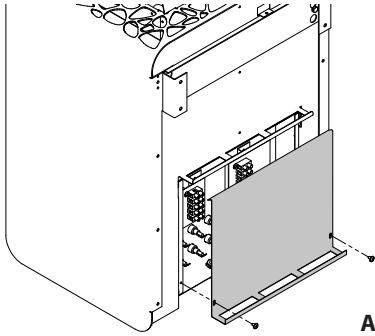

Abb. 4
- Rückseitigen Deckel des Anschlusskastens öffnen - 2 Schrauben lösen (Abb. 4).